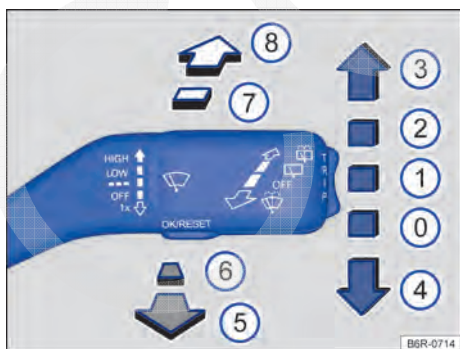

Fig. 57 Comandar os limpadores / lavadores do para-brisa e o limpador / lavador do vidro traseiro.
- Pressionar a alavanca dos limpadores dos vidros brevemente para baixo → Fig. 57 **④**.